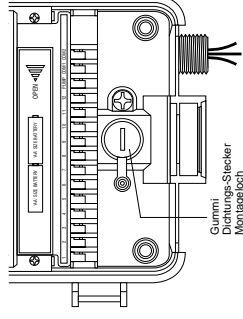

ABB. 23: Kabelanschlußfach des Controllerkastens
- Entfernen Sie den Gummi-Schutzstößel aus der Schraubenöffnung und schieben Sie eine Schraube der Größe 8 durch die Öffnung im Controllerkasten [siehe Abb. 23].
- Ziehen Sie die Schraube fest an, bis der Controllerkasten an der Wand fest sitzt und setzen Sie dann den Gummi stößel wieder in die Öffnung [siehe Abb. 23].